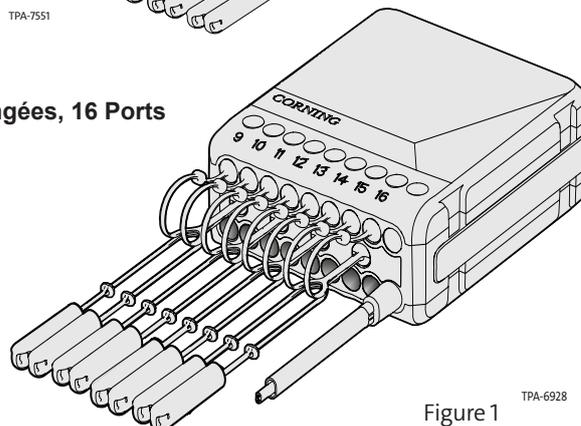

Figure 1
- Un terminal à 2, 4, 6, 8, 12 ou 16 ports (figure 1)